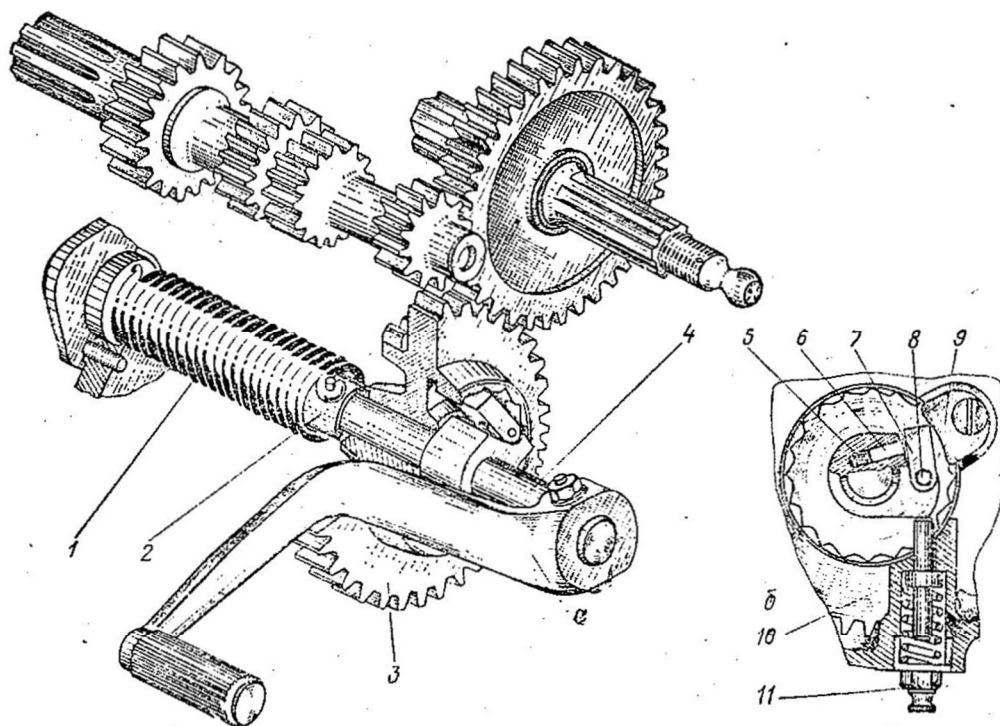

Рис. 15. Механизм пусковой:
**Механизм пусковой** (рис. 15) состоит из вала 4 с закрепленной на нем собачкой 7, рычага пускового механизма с педалью возвратной пружины 1 и шестерни 3 пускового механизма. Опорами для вала служат втулки, установленные в картере коробки.